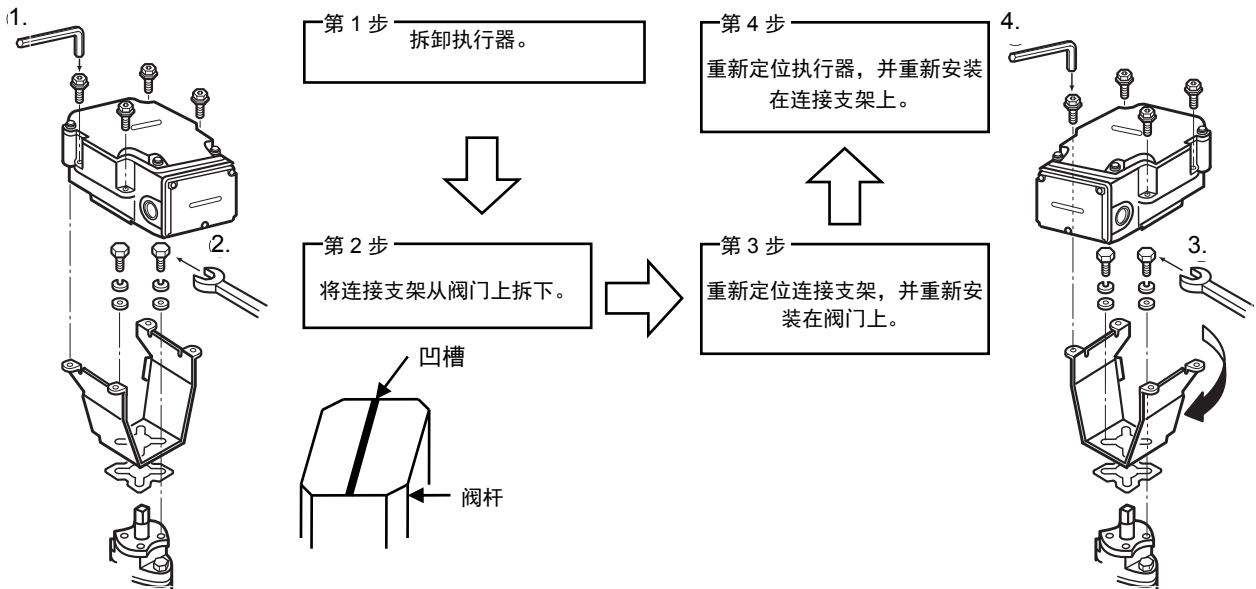

图 7 改变执行器的安装位置
- 2) 拆下连接执行器和连接支架的螺丝。拆卸执行器, 使其与连接支架分离。[确认阀杆顶部的凹槽与配管平行(位于全开位置)]. <参照图7中的第1步>
- 3) 拆下连结于连接支架和阀体的螺丝。<参照图7中的第2步>
- 4) 将连接支架的方向更改为所需方向。执行器能以每90度进行水平旋转, 以便符合阀门的安装位置(从出厂时的设置位置变成0°/90°/180°/270°)。<参照图7中的第3步>
- 7) 改变执行器的方向, 并将其安装到连接支架上。<参照图7中的第4步>